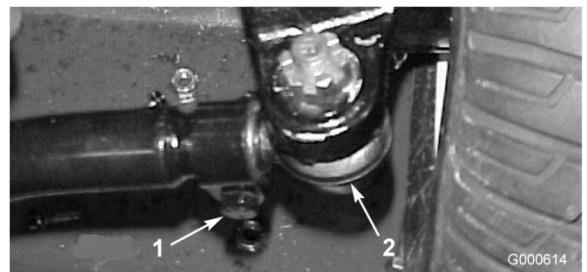

Figura 50
- Per regolare, togliete la coppiglia e il dado da uno dei giunti a sfera del tirante (Figura 50). Togliete il giunto a sfera del tirante dal supporto della scatola del ponte.
- Allentate i fermi su entrambe le estremità dei tiranti (Figura 50).
4. Girate di un (1) giro completo, verso l'interno o l'esterno, il giunto a sfera rimosso. Serrate la ghiera dal lato allentato del tirante.
5. Girate l'intero gruppo del tirante nello stesso verso (interno o esterno), di un (1) giro completo. Serrate la ghiera dal lato collegato del tirante.